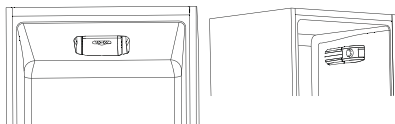

Fig.4
- A unidade do termostato para controlo do aparelho está localizada dentro do compartimento frigorífico (Fig.4). Gire o botão do termostato do termostato para além da posição "0". A luz fica acesa quando a porta do frigorífico stá aberta.